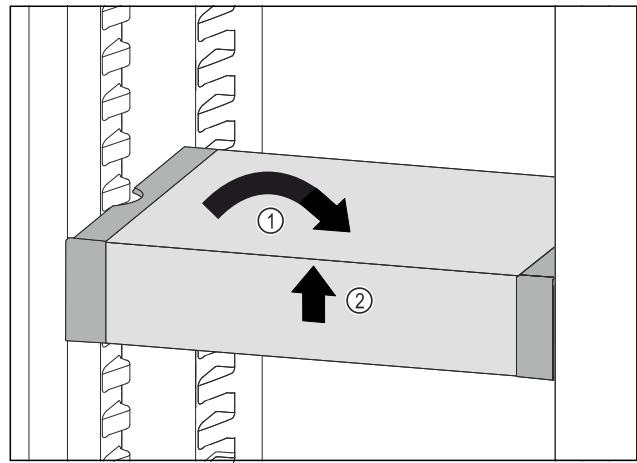

Fig. 76
- ▶ VarioSafe recht zetten. Fig. 76 (1)
- ▶ VarioSafe aan voorkant optillen. Fig. 76 (2)